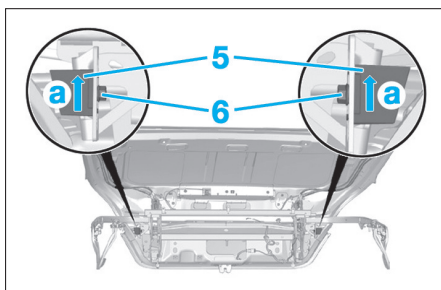

Fig. 133
- Desserrer les vis (6) (Fig.133)